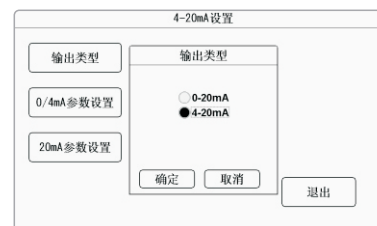

图2-25
- ◆ **输出类型：**点击输出类型弹出如图2-25所示界面，选择0-20mA或4-20mA输出，选定后按【确定】键确认。